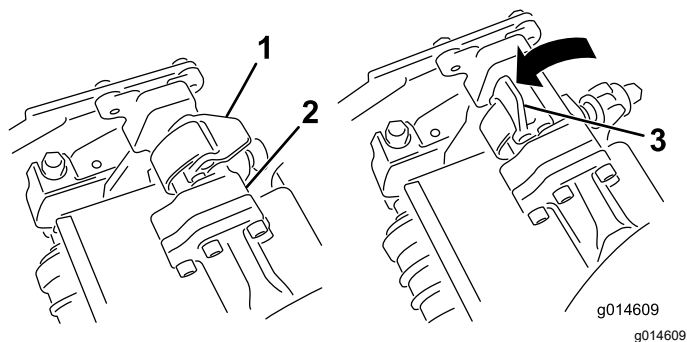
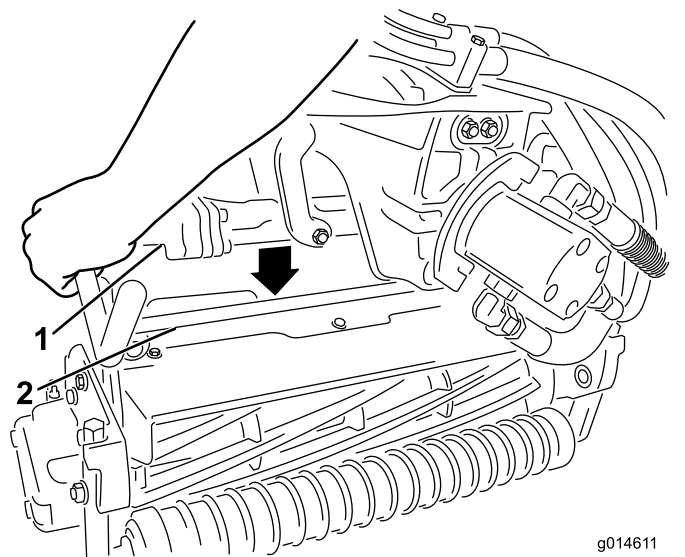

Figura 61
Figura 62
4. Abra los enganches de la barra del brazo de suspensión (Figura 61) y empuje hacia abajo el brazo de suspensión hasta que la barra encaje sobre ambos brazos de inclinación de la unidad de corte, y asegúrese de que los cierres pasan por debajo del travesaño de la unidad de corte (Figura 62).
5. Presione los enganches hacia abajo alrededor de la barra de la unidad de corte y bloquéelas (Figura 61).
6. Abra los enganches de la barra del brazo de suspensión de la unidad de corte que está retirando (Figura 61).